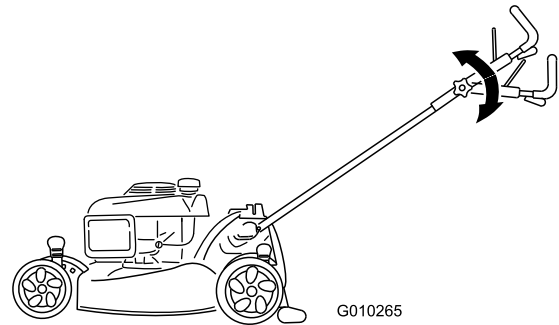

Figura 17
2. Mueva el manillar superior a la posición deseada (Figura 17).